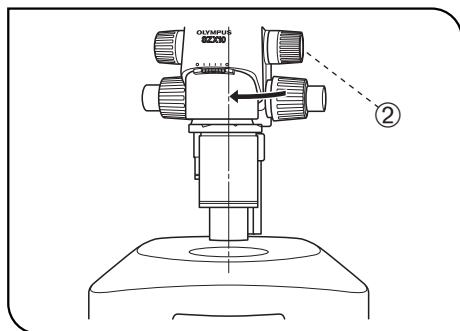

Fig. 31
2. För tillbaka mikroskopkroppen till belysningsstrålgången genom att lossa fokuseringsmodulens låsskruv ②, vrid mikroskopkroppen försiktigt i pilens riktning, rikta upp objektivet visuellt mot belysningsstrålgången och dra åt låsskruven ② igen. (Fig. 31)